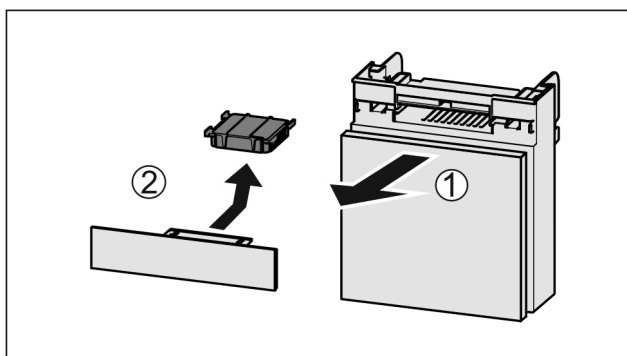

Fig. 159
- ▶ Вытянуть Fig. 159 (1) отделение движением вперед.
- ▶ Извлечение Fig. 159 (2) фильтра с активированным углем.